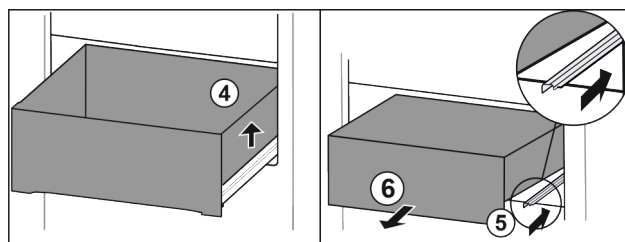

Fig. 87
- ▶ 抬起抽屉右侧。Fig. 87 (4)
- ▶ 推入右侧轨道。Fig. 87 (5)
- ▶ 朝前取出抽屉。Fig. 87 (6)